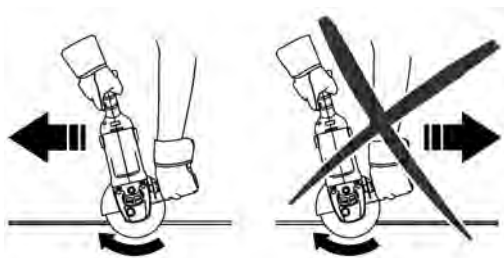

Fig. 9 – Sentido de corte correto
- 7 - O corte deve ser realizado na direção da Fig. 9.